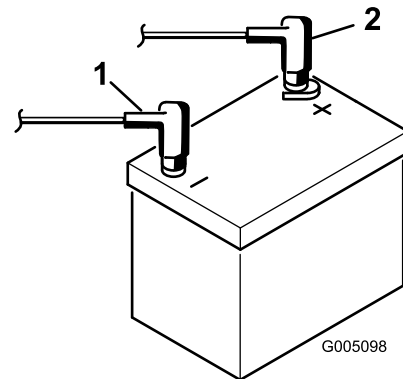

Figure 7
9. Raccordez le câble positif (rouge) de la batterie à la borne positive (+) et le câble négatif (noir) à la borne négative (-) et fixez-les en place avec les boulons et les écrous (Figure 7). Placez le capuchon en caoutchouc sur la borne positive pour éviter les courts-circuits.